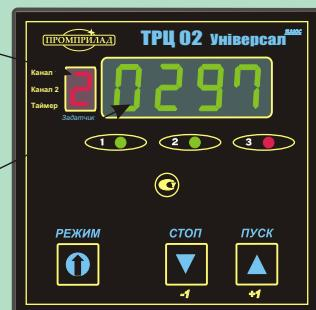

Рисунок 10
14.2 Для того, чтобы войти в режим конфигураций, необходимо нажать кнопку "РЕЖИМ", и удержать ее в течение 20 секунд (до появления буквы П (программирование) в первой декаде - указателе номера задатчика (Рис.10). На ЦИ появится значение соответствующего задатчика, состоящее из четырех декад (Рис.10). Повторными нажатиями кнопки "РЕЖИМ" установить номер соответствующего задатчика, после чего кнопками "+1" или "-1" установить необходимое его значение. Через 10 секунд после нажатия любой из кнопок, прибор автоматически выходит в режим измерения.